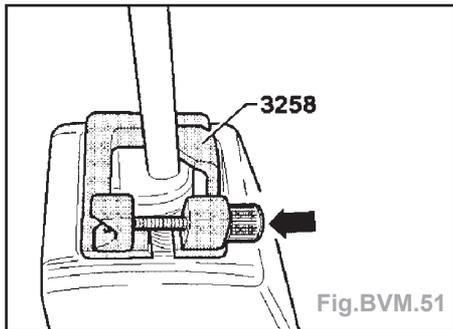

Fig.BVM.51
- Mettre en place le calibre du levier de vitesses jusqu'en butée et le bloquer en serrant la vis moletée (flèche) (Fig.BVM.51).